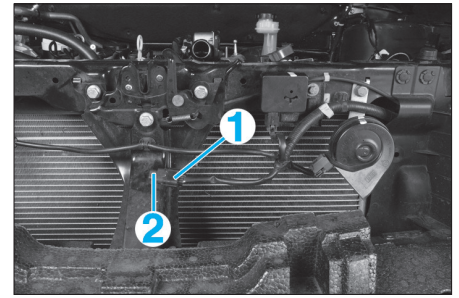

Fig. 24
- Débrancher le connecteur (1) de la sonde de température (2) (Fig.24)
- Dégrafer et déposer la sonde de température (2).